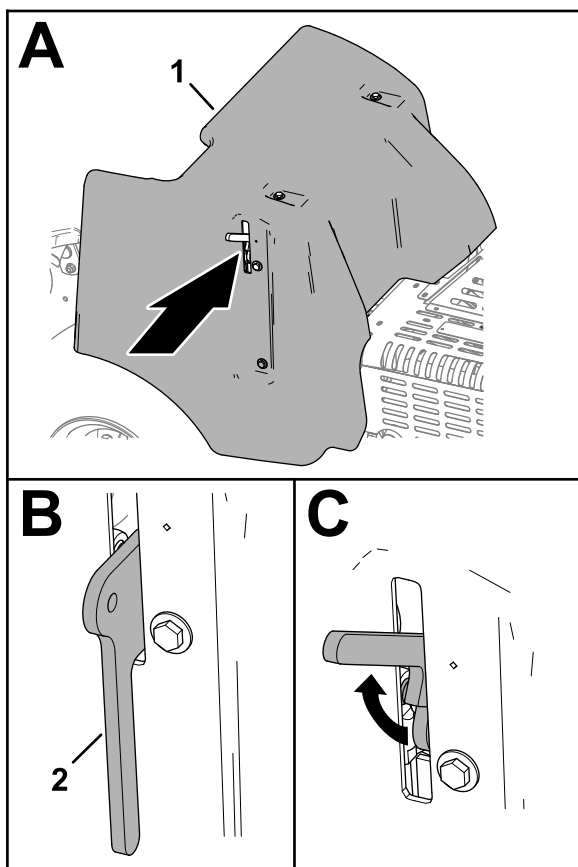

Figure 131
2. Soulevez le levier du verrou (Figure 131).